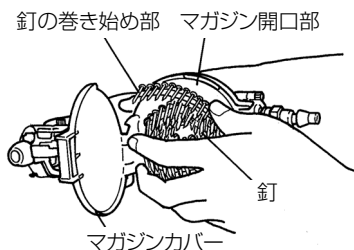

図 9
- 釘をマガジン内に入れます。このとき、釘の巻き始め部をマガジンの開口部に入れますと、次の作業が簡単になります。(図 9)